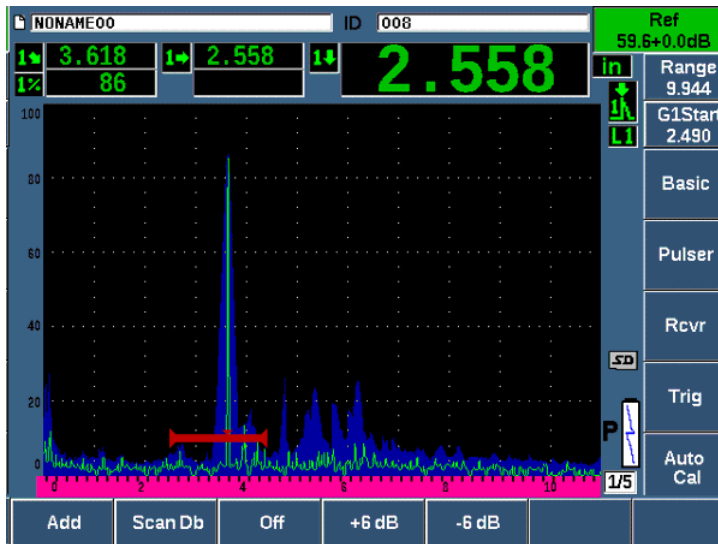

Figura 9-25 Definizione del guadagno di riferimento
- Usare i parametri **Combina**, **Db scan.**, **+6 dB**, **-6 dB** e **Off** per effettuare le regolazioni del guadagno di scansione una volta che il guadagno di riferimento (**Rif.**) è attivo (vedere Figura 9-25 a pagina 204). Per maggiori informazioni su questi funzioni, riferirsi alla sezione "Configurazione del guadagno di riferimento e del guadagno di scansione" a pagina 132.